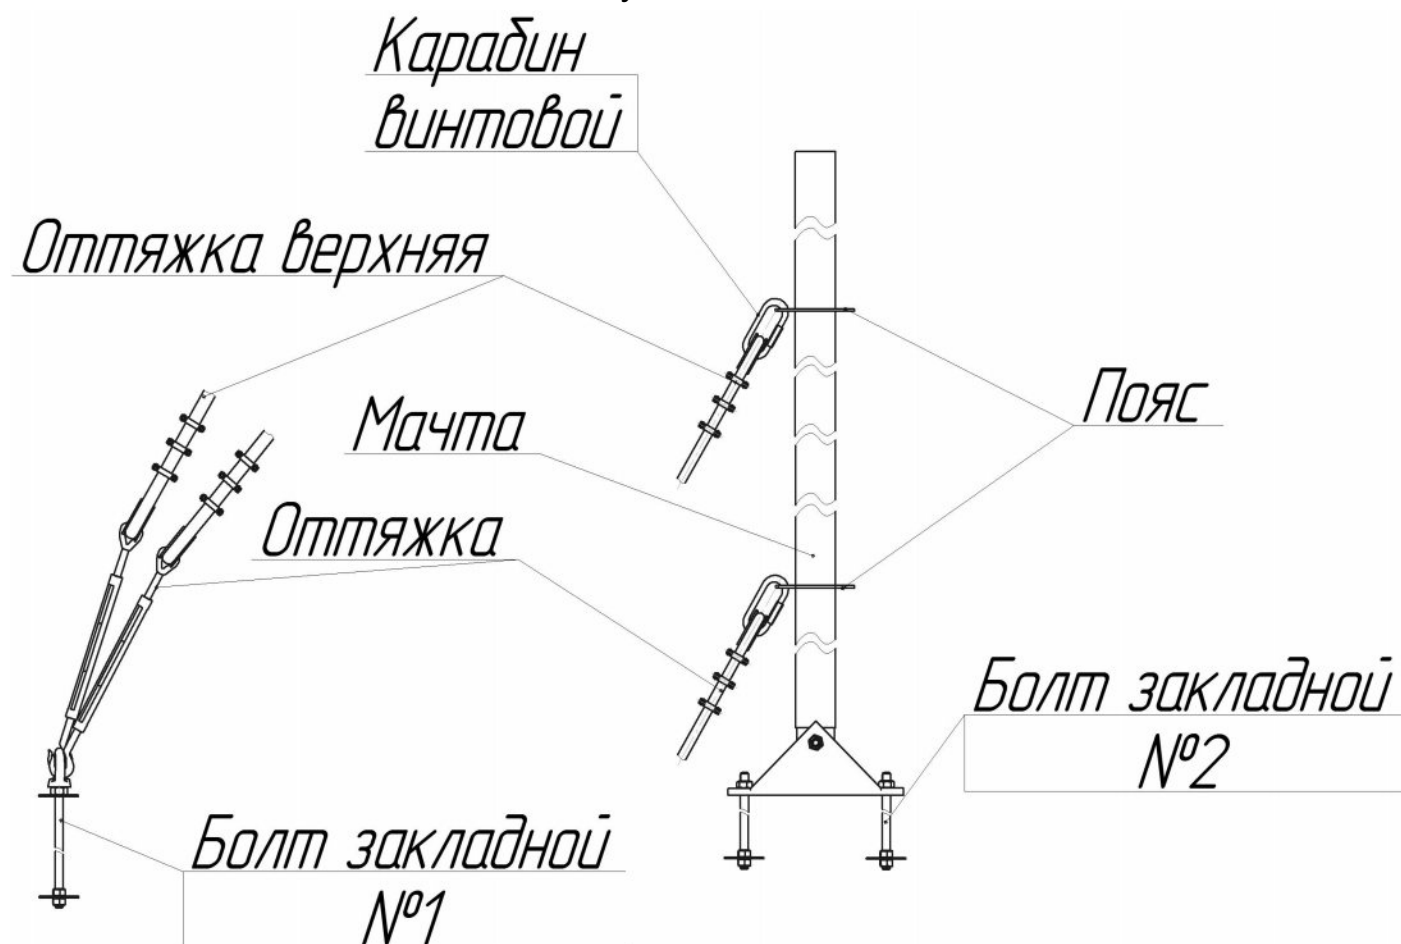

Рисунок 5 – Крепление оттяжек
4.4 В состав Комплекта входят три оттяжки длиной по 3,5 м и три оттяжки верхних длиной по 7,5 м. Конструкция оттяжки представлена на рисунке 4. Оттяжка состоит из троса $\varnothing 4$ мм, талрепа, винтового карабина. Один конец оттяжки соединяется с поясом при помощи винтового карабина - другой крепится к рым-гайке закладного болта с помощью талрепа (рисунок 5).
7.1.13 Закрепить оттяжки на поясе с помощью винтовых карабинов (рисунок 5). Остальные коленья собрать аналогично, второй пояс закрепить на соединительной втулке колена 6.